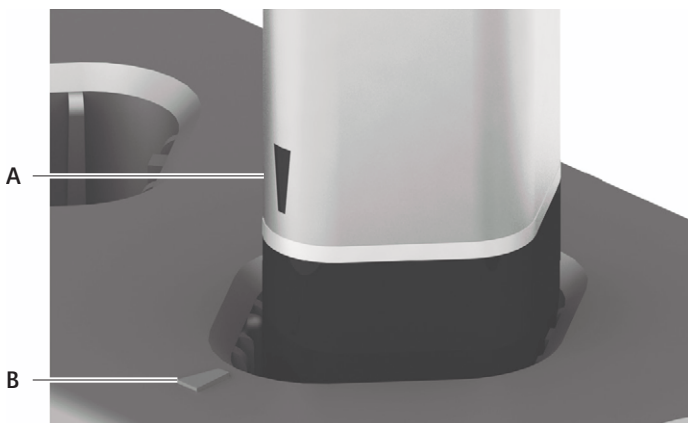

Abb. 1 Akku in Ladeschacht stecken
- ▶ Akkus mit den Kontakten nach unten so in den Ladeschacht stecken, dass die Markierung **A** am Akku mit der Markierung **B** am Ladeschacht übereinstimmt, siehe Abb. 1.